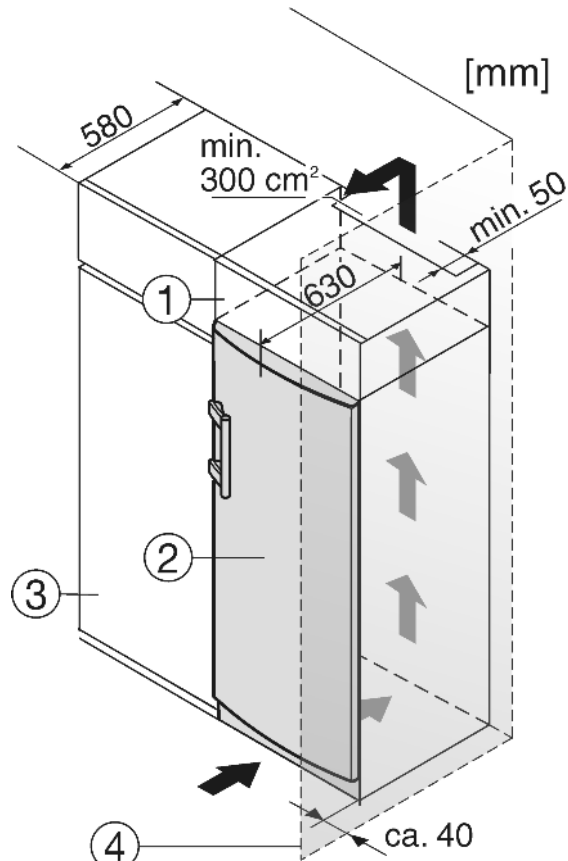

Fig. 9
- (1) Opbouwkast
- (2) Apparaat
- (3) Keukenkast
- (4) Wand
Bij ombouw met keukenkasten (max. diepte 580 mm) kan het apparaat direct naast de keukenkast *Fig. 9 (3)* worden opgesteld. De apparaatdeur steekt opzij 34 mm en in het midden van het apparaat 50 mm uit ten opzichte van het keukenkastfront. Hierdoor is de deur zonder problemen te openen en sluiten.
Plaats u het apparaat met de scharnierkant naast een muur *Fig. 9 (4)*, dan moet de afstand tussen apparaat en muur minstens 40 mm bedragen. Dit in verband met het uitsteken van de deurgreep bij een geopende deur.